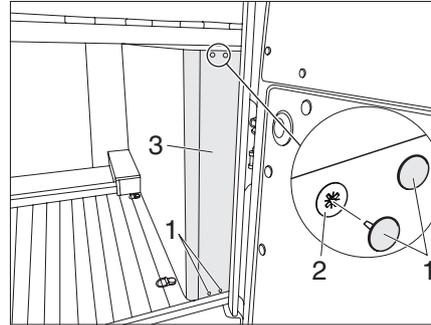

Fig. 113 Cache dans le coffre du véhicule
Pour arriver aux ampoules arrière du véhicule, on d'abord détacher le cache (Fig. 113,3).
- ▶ Retirer quatre capuchons de vis (Fig. 113,1).
- ▶ Dévisser quatre vis à tête en croix (Fig. 113,2).
- ▶ Retirer le cache (Fig. 113,3). Les ampoules du véhicule sont maintenant accessibles.